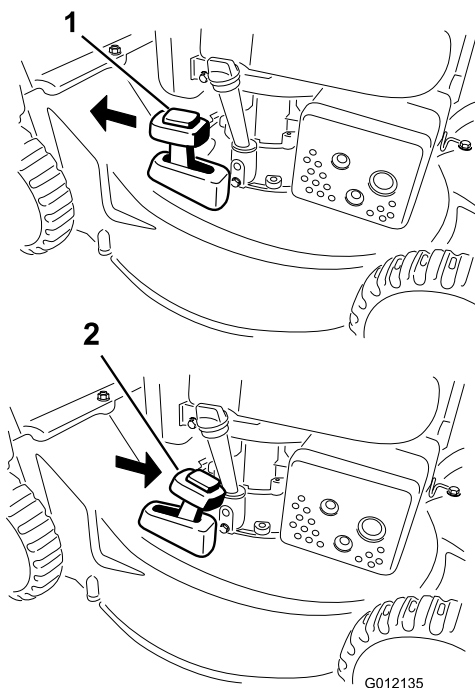

Figura 15
2. Premete il pulsante sulla parte superiore della leva di riciclaggio/raccolta e spostate la leva nella posizione di **riciclaggio** (solo per il modello 20836) (Figura 15).
2. Per raccogliere lo sfalcio, montate il cesto di raccolta (vedere Montaggio del cesto di raccolta). Premete il pulsante sulla parte superiore della leva di riciclaggio/raccolta e spostate la leva nella posizione di **raccolta** (solo per il modello 20836) (Figura 15).
**Nota:** La leva di riciclaggio/raccolta deve essere in posizione di **raccolta** (Figura 15).